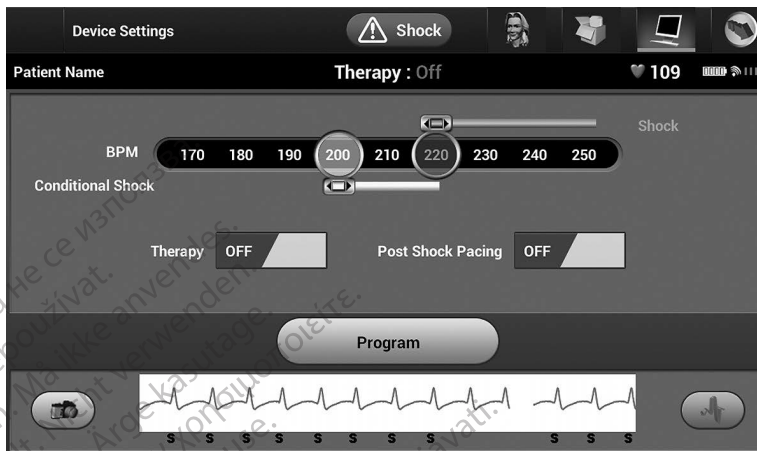

Figura 14: Ecranul setări dispozitiv
3. Selectați pictograma Setări dispozitiv de pe bara de navigare pentru a afișa ecranul Setări dispozitiv (Figura 14 la pagina 47).